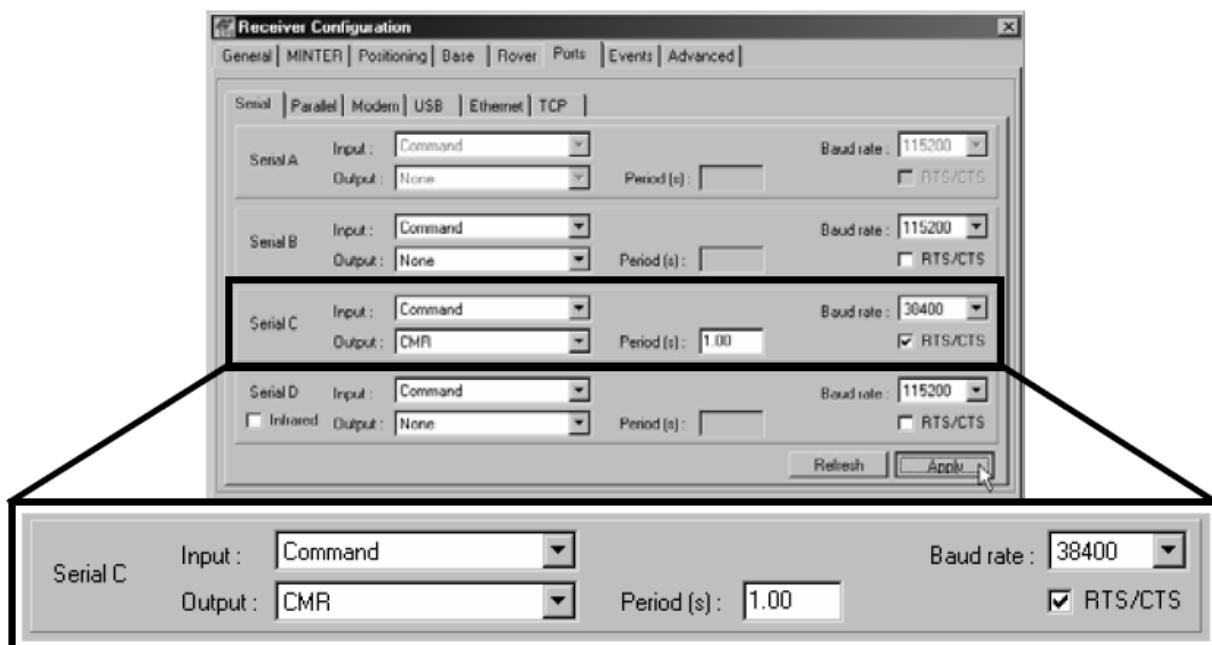

Рисунок 3-9. Настройка базовой станции – порты
10. Выберите вкладку *Ports* (Порты) и установите перечисленные ниже параметры последовательного порта (см. рис. 3-9):